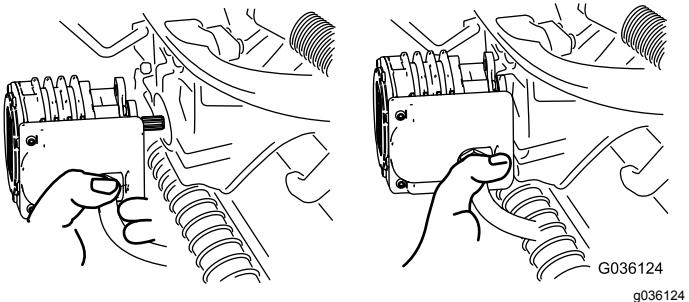

Рисунок 55
4. Переместите электродвигатель на место хранения на передней стороне рычага подвески (Рисунок 55).
5. Откройте защелки на штанге рычага подвески режущего блока, который необходимо снять (Рисунок 55).